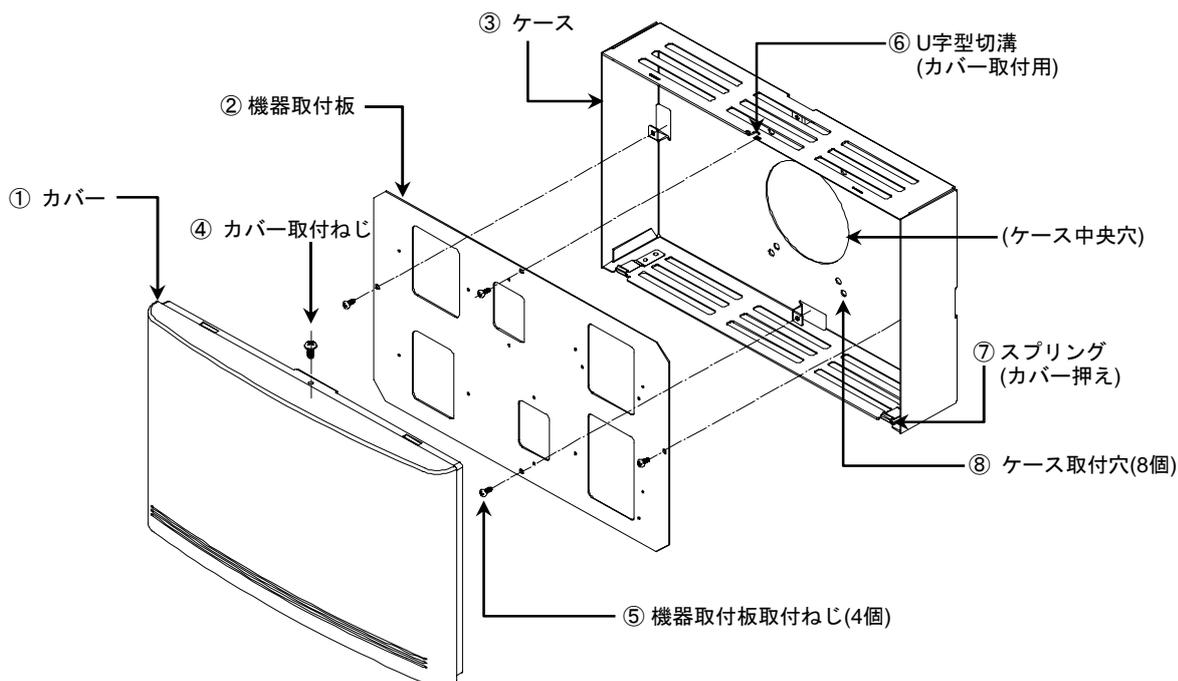

図3 構造
- (3) プラスドライバを使用し、機器取付板取付ねじ4本(図3 ⑤)を外し、機器取付板をケースから取り外します。
- (4) 配線をケース中央の穴に通してからケースをアウトレットボックスに取り付けます。
ケースは、図3に示すように、カバー取付ねじ用のU字形切り溝(図3 ⑥)がある辺を上側にして取り付けてください。